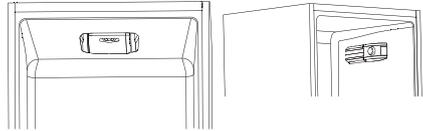

Fig.4
- De thermostaat ter controle van het toestel binnenin bevindt zich in het koelgedeelte (fig.4). Draai de thermostaatknop van de thermostaat om boven "0" te zetten. Het lampje brandt wanneer de deur van de koelkast open is. Als u de knop op "0" draait wordt het toestel volledig uitgeschakeld.